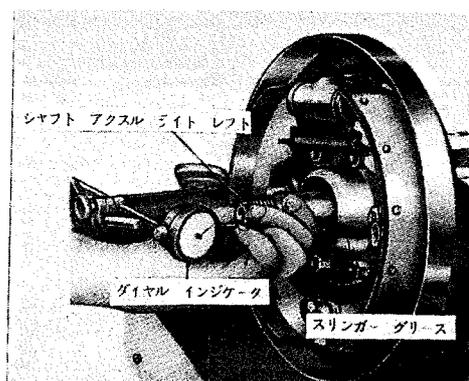

図10-5 リヤアクスルシャフトのエンドプレー測定
次に、図10-5に見られる様に、リヤアクスルシャフトのエンドプレー(軸方向の遊隙)を測定して見ます。此れはもしベアリングを点検して、交換せずにそのまま使用する場合の調整量を知る事が出来、組立の場合のシムの抜き取り量(厚さ)が定まります。(シムは右側のみに挿入されている)
- iv) 次に分解時に行ったと同様にアクスルシャフトのエンドプレー (軸方向の遊隙) を測定します。(1)項及び図 10-5 参照) 若しもエンドプレーが "0" の場合はベアリングを締付け過ぎておりますから、アジャスティングシムを適量増して再度測定を行い修正